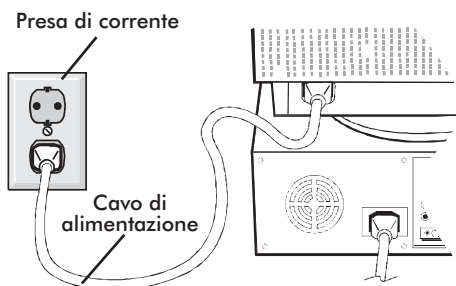

Figura C.1
4. Collegate il cavo di alimentazione al monitor MultiSync FE700 e alla presa di corrente (Figura C.1).